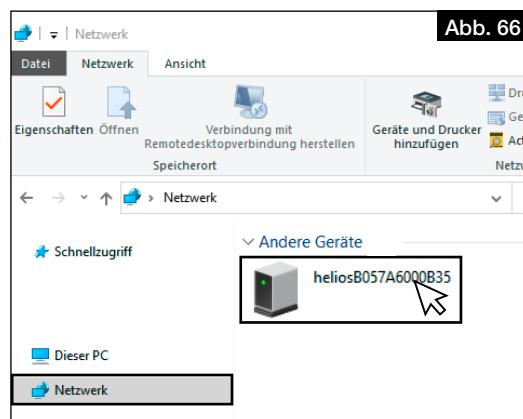

Abb. 66
2. Arbeitsplatz öffnen und auf Netzwerk klicken, vgl. Abb. 66.
3. Doppelklick auf das entsprechende Gerät, vgl. Abb. 66.